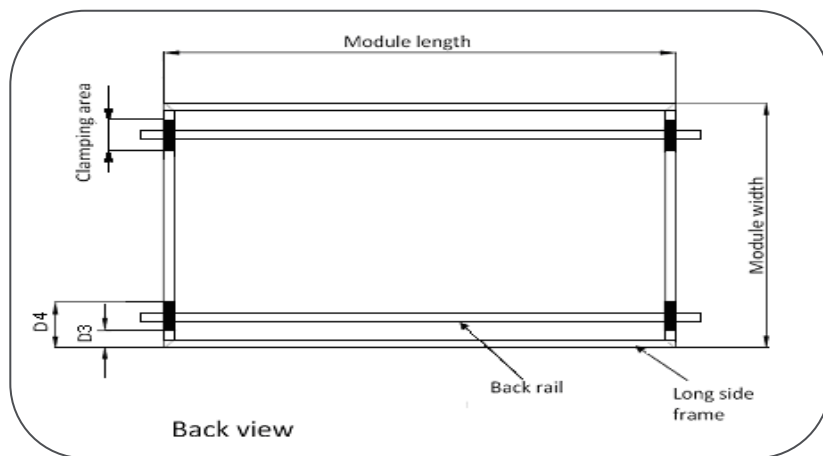

Abbildung 3 Montageklembereich kurze Schiene (D3 und D4)
- Klemmen an der kurzen Kante des Rahmens (siehe Abbildung 3, Messung unten)